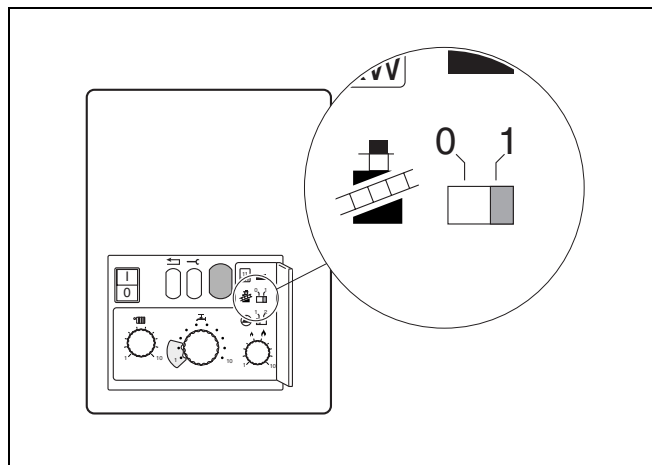

Fig. 24 Întrerupător de coș
- Întrerupătorul de coș (fig. 24) se fixează în poziția "1". La Logamax plus GB112-60 se atinge întreaga putere după circa un minut. Măsurătorile acestuia se realizează prima dată după un minut!